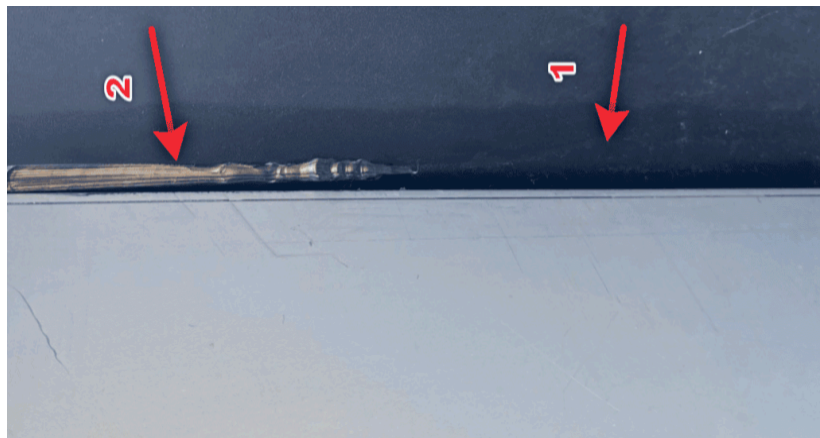

Figure 40 Bonne application de l'uréthane où la flèche 2
- i. Tirer un joint d'uréthane 418, tel que l'illustre la Figure 40- Flèche 2, sur toute la longueur du cadre pour remplir l'espace entre le cadre et l'échangeur.